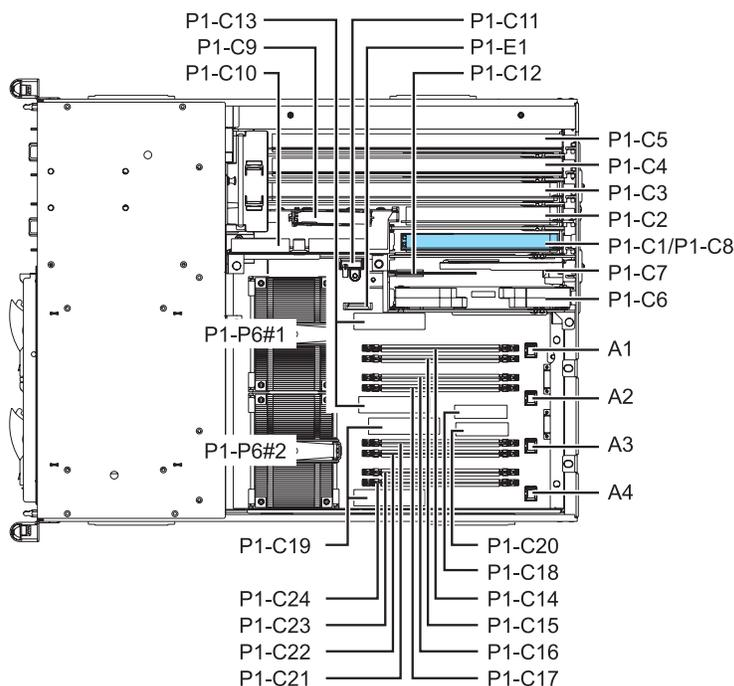
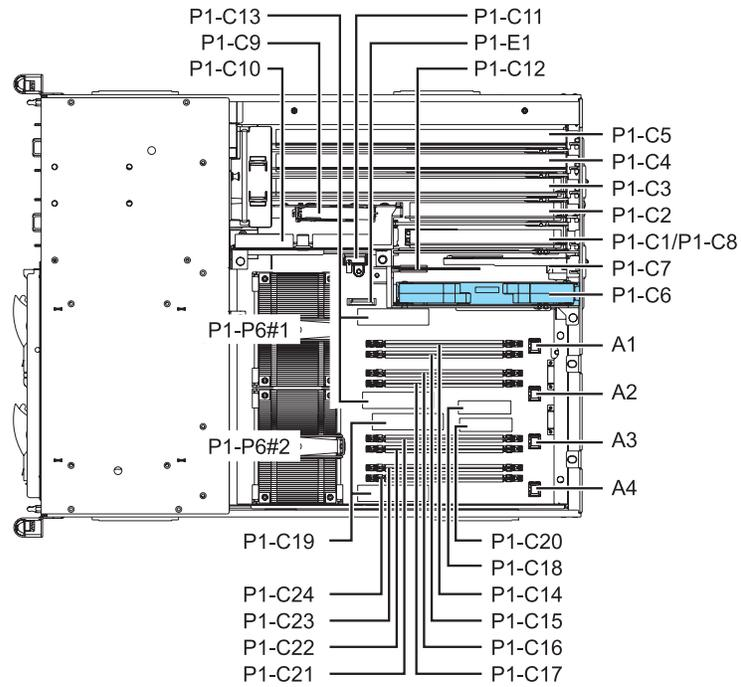

Figure 4. Vue de dessus d'un emplacement P1-C1/P1-C8 d'un modèle 03E/4A
Figure 5. Vue de dessus d'un emplacement P1-C6 d'un modèle 03E/4A
- Pour le modèle 03E/4A avec le code dispositif processeur 5634, sélectionnez l'emplacement P1-C8 (voir la figure 4, à la page 16).
**Remarque :** Si vous n'êtes pas certain du dispositif processeur installé, examinez le système et reportez-vous à figure 4, à la page 16. Si seul l'emplacement P1-P6#1 comporte un processeur, vous disposez du dispositif processeur 5634. Si les emplacements P1-P6#1 et P1-P6#2 comportent tous les deux un processeur, vous disposez du dispositif processeur 5635.
- Pour le modèle 03E/4A avec le code dispositif processeur 5635, sélectionnez P1-C6 pour le premier adaptateur la figure 5, à la page 17. Si vous installez un deuxième adaptateur, choisissez l'emplacement P1-C1/P1-C8 (voir figure 4, à la page 16).